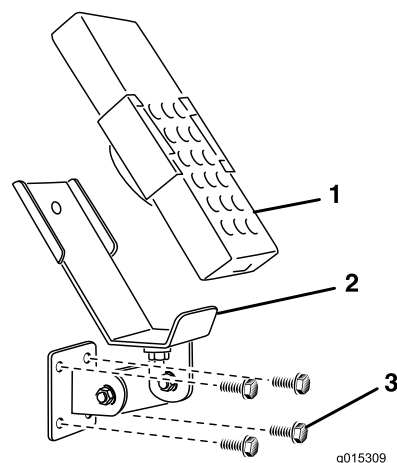
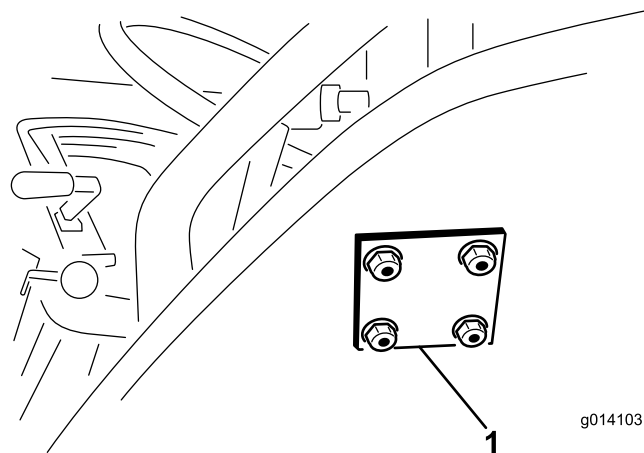

Figura 12
Figura 13
4. Sujete el soporte de montaje y la chapa de refuerzo con 4 pernos con arandela prensada de 5/16 x 1-1/2 pulgadas y contratuerzas con arandela prensada (Figura 12 y Figura 13).